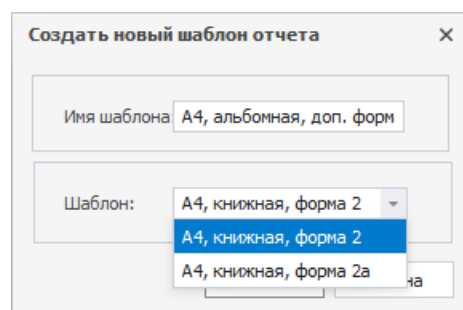

Рис. 65 Выбор шаблона
4. С помощью выпадающего списка в поле «Шаблон» выберите шаблон, который будет взят за основу при создании нового шаблона отчета, Рис. 65.